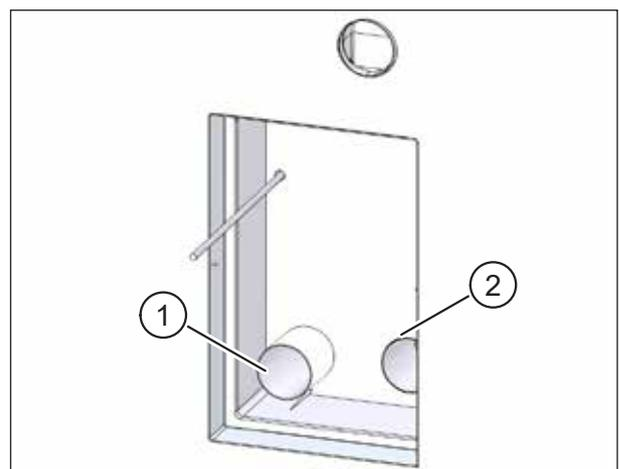

Abb. 70: Lüftungsrohre ablängen
- ▶ Schieben Sie beide Lüftungsrohre (Pos. 1 in Abb. 70) soweit in die Öffnungen des Montagesets ein, dass sie bündig mit der Innenseite des Montagesets abschließen (Pos. 2 in Abb. 70).